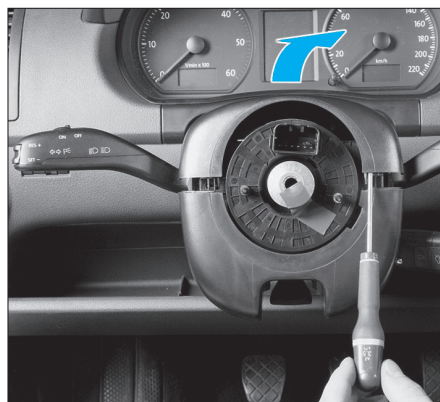

Fig. 3
- Dégrafer la face avant de la demi-coquille supérieure en la tirant vers le haut (Fig.3).